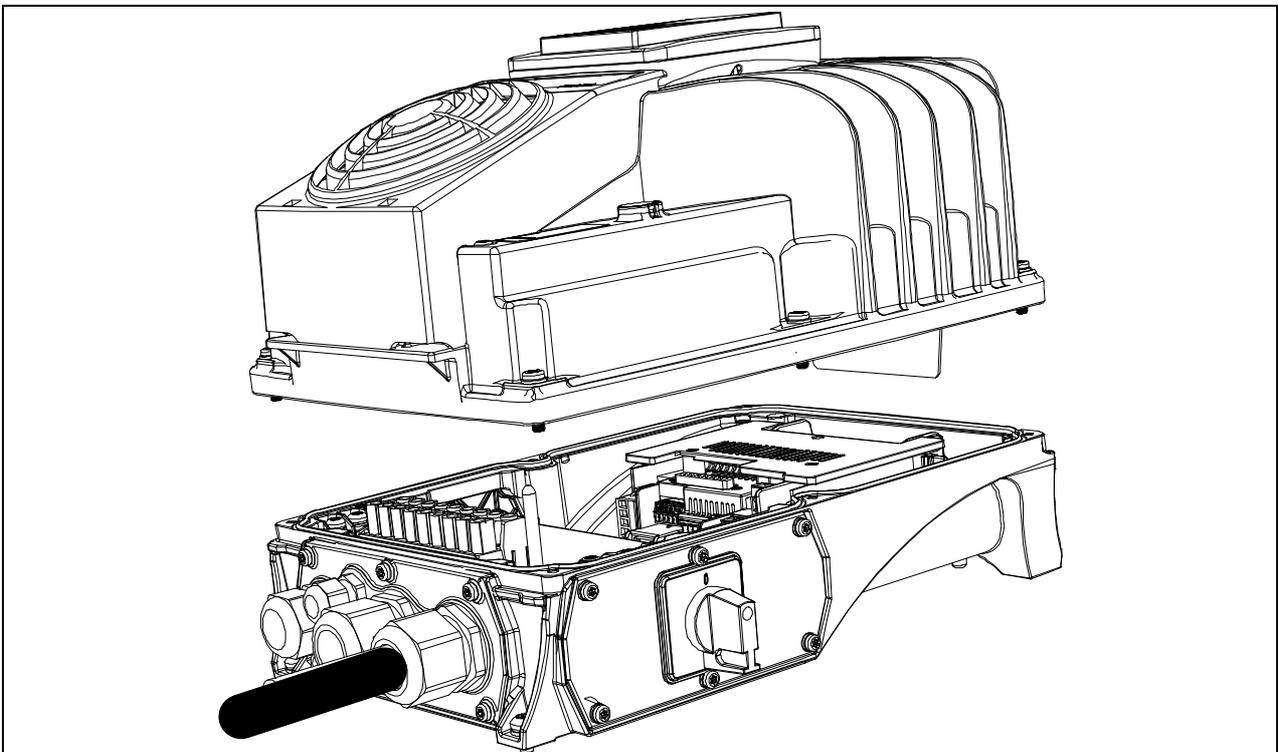

Abbildung 51. Die Leistungseinheit am Klemmenkasten montieren.
- Die Leistungseinheit mit den Schrauben am Klemmenkasten montieren: Die Installation ist abgeschlossen. Siehe Abbildung 51.